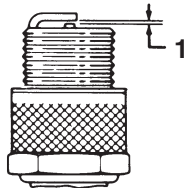

Bild 26
5. Stellen Sie den Elektrodenabstand an der neuen Zündkerze auf 0,76 mm ein (Bild 26).